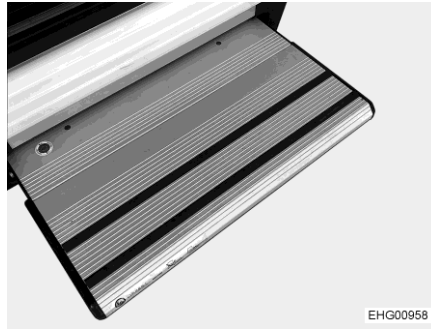
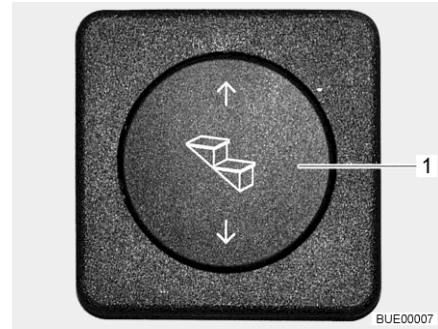

Bild 4 Eintrittstufe
Bild 5 Bedienschalter Eintrittstufe
Die Eintrittstufe (Bild 4) vor dem Betreten ganz ausfahren.
- Wippschalter (Bild 5,1) unten drücken, bis die Eintrittstufe (Bild 4) vollständig ausgefahren ist.
- Wippschalter (Bild 5,1) oben drücken, bis die Eintrittstufe (Bild 4) vollständig eingefahren ist.